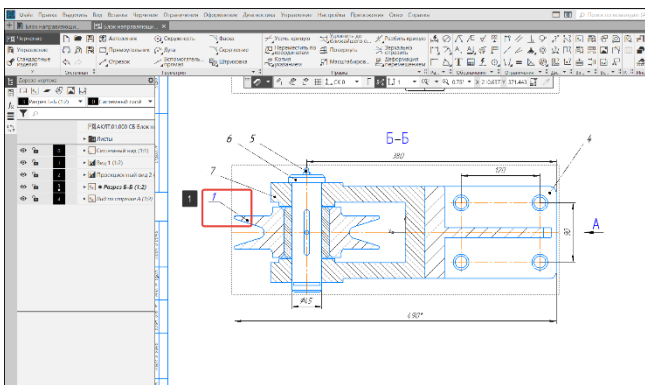

Рисунок 409 – Связь позиции чертеж-спецификация
После добавления выделенных элементов чертежа в состав объекта, позиция на поле чертежа изменит свой цвет на синий (1) (ссылка активна), а номер позиции будет соответствовать номеру в спецификации (Рисунок 409). Прделаем такую же операцию для оставшихся объектов.